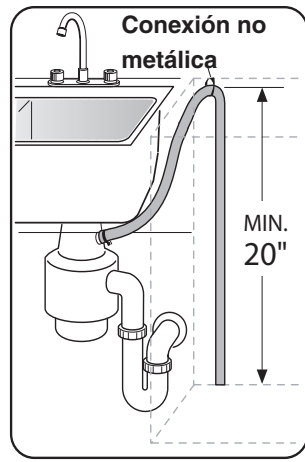

Ilustración 26
- 2 Directamente a la conexión de evacuación para lavadoras de platos en un eliminador de basura, como muestra la Ilustración 26.